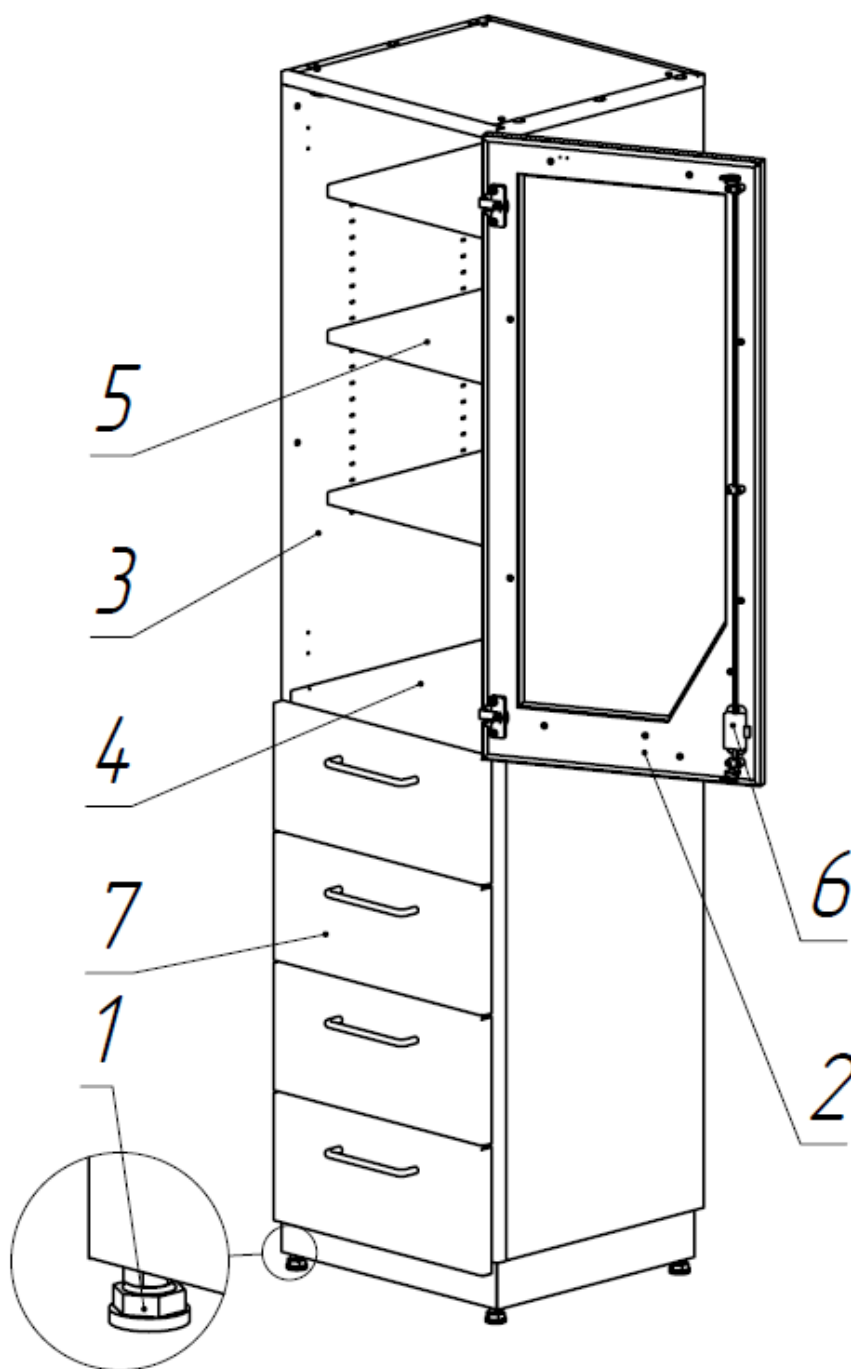
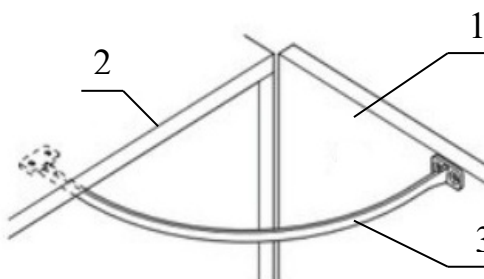

Рисунок 1. Шкаф медицинский МШ-1-07.
Рис. 3. Установка ограничителя раскрытия двери.
Двери 2 и боковые панели шкафа 3 изготовлены из двухсторонних металлических панелей (Рисунок 1). Металлическая усиленная полка 4 жестко закреплена на панелях 3. Металлические регулируемые полки 5 установлены на переставляемых полкодержателях (Рисунок 3). Шкаф имеет выдвижные ящики 7. На двери шкафа имеется замок 6 с поворотной штангой. Шкаф имеет опоры 1, регулируемые по высоте для обеспечения устойчивости.
3. Отрегулируйте опоры, обеспечив устойчивость шкафа на поверхности пола (Рисунок 1).
5. Установите ограничители раскрытия дверей, обеспечив необходимый угол открытия двери (при необходимости) (Рисунок 3).